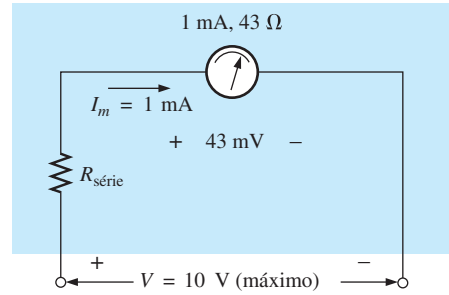

Figura 7.50 Voltímetro básico.
Uma maneira de construir um amperímetro de várias escalas é mostrada na Figura 7.50, na qual a chave giratória determina a resistência  $R_{\text{shunt}}$  a ser usada em função da máxima corrente a ser medida. Muitos medidores utilizam a mesma escala para vários valores máximos de corrente. Uma leitura de 375, na escala de 0 a 5 mA, com a chave na posição 5, significa que a corrente medida vale 3,75 mA; com a chave na posição 50, a mesma leitura significa uma corrente de 37,5 mA, e assim por diante.
Uma modificação nos circuitos adicionais permite usar o galvanômetro de d'Arsonval no projeto de um voltmímetro. Um galvanômetro de 1 mA, 43 Ω pode também ser especificado como de 43 mV ( $1 \text{ mA} \times 43\Omega$ ), uma indicação de que a maior tensão que o galvanômetro pode medir independentemente é 43 mV. Essa especificação em milivolts é algumas vezes denominada *sensibilidade de tensão (ST)*. A construção básica de um voltmímetro é mostrada na Figura 7.50.
Aplicando a lei de Kirchhoff para tensões na malha fechada vista na Figura 7.50, obtemos: